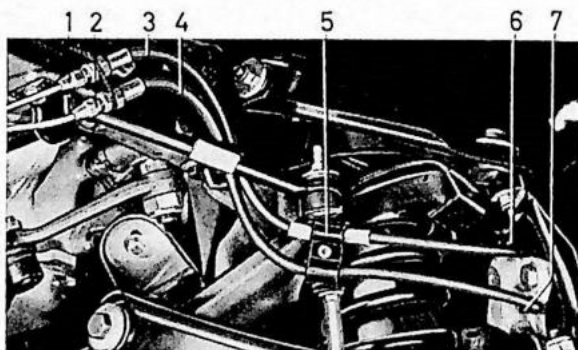

Fig. 5-15. Het monteren van de voorremslangen
3. Verwijder de klem (5, Fig. 5-15.) Maak de aansluiting (2) en de onderste slang (4) van de steun los. Zet beschermdopjes op de remleidingen om onnodige lekkage te voorkomen. Maak de aansluiting (6) van de bovenste slang van de rem los.
2. Monteer de slangen en hun aansluitingen alsmede de geleideklem, zoals Fig. 5-15 laat zien. Het is belangrijk, dat de slangen op de juiste manier worden gemonteerd, dat is: zonder dat er spanning op staat en met de draagarmen onbelast.